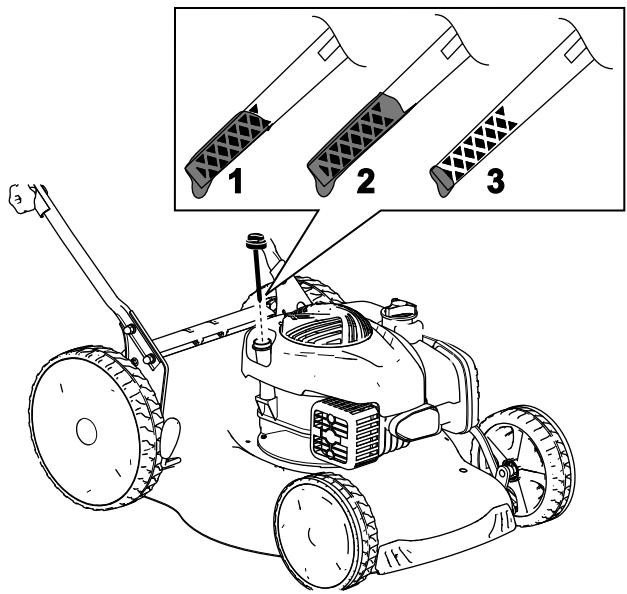

Bild 7
7. Lesen Sie den Ölstand am Peilstab ab. (Bild 7)
2. Entfernen Sie den Peilstab, indem Sie den Deckel nach links drehen und herausziehen (Bild 7).